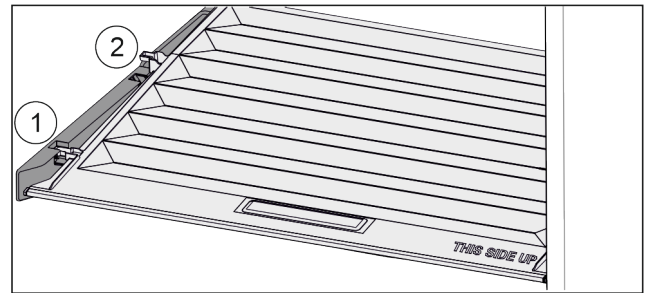

Fig. 142
- ▶ Deckel bis zur Öffnung in den Halteteilen nach vorne ziehen Fig. 142 (1).
- ▶ Hinten von unten anheben und nach oben wegnehmen Fig. 142 (2).